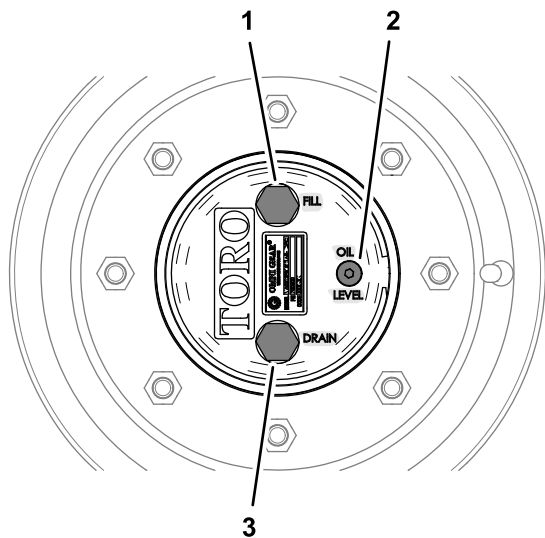

Рисунок 83
1. Установите машину на ровной горизонтальной поверхности, поверните колеса в такое положение, чтобы пробка заливочного отверстия оказалась в крайнем верхнем положении («на 12 часов»), а пробка сливного отверстия — в крайнем нижнем положении («на 6 часов») (Рисунок 83).
часов»), а пробка сливного отверстия — в крайнем нижнем положении («на 6 часов»); см. Рисунок 83 в разделе Проверка масла в планетарной передаче \(страница 74\).